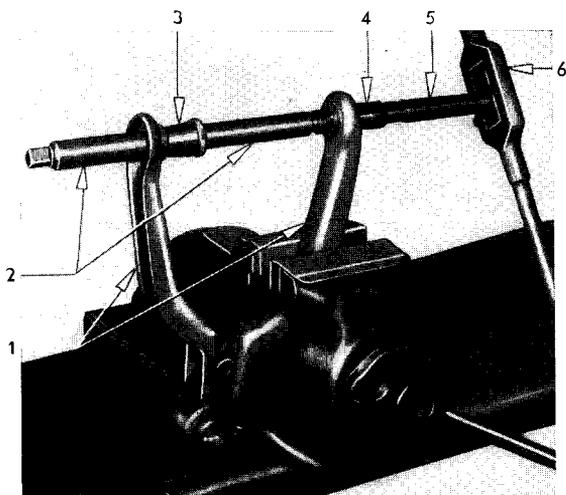

Bild 59 – Lenkerachsbohrung im oberen Lenker ausreiben
- b) Bohrung mit Reibahle (59/4 bzw. 60/4) und Führungsbuchse (59/3 bzw. 60/3) entsprechend Bild 59 bzw. 60 ausreiben.